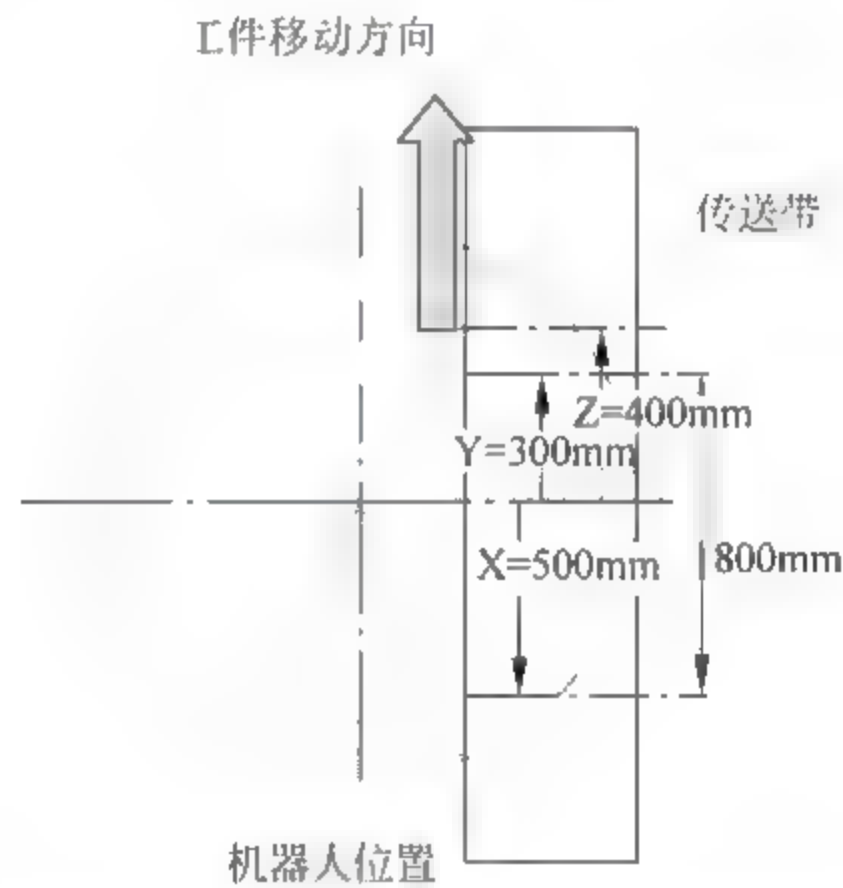

图 29-30 机器人追踪区域及机带关系
(4) 传送带在机器人右侧, 工件移动方向为从后向前, 则设置 PTN 的 X 坐标-5; 追踪区范围 PRNG: $(X, Y, Z) = (+500, +300, +400)$, 如图 29-30 所示。